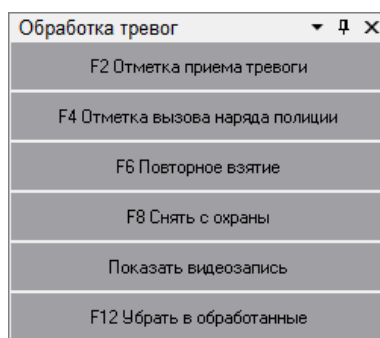

Рисунок 8-8 Панель "Обработка тревог" для выбранного на вкладке "Текущие тревоги" тревожного события объекта охранной составляющей системы
- Для тревожного события объекта охранной составляющей системы (см. Рисунок 8-8) – см. п. 8.3.3.1.1;